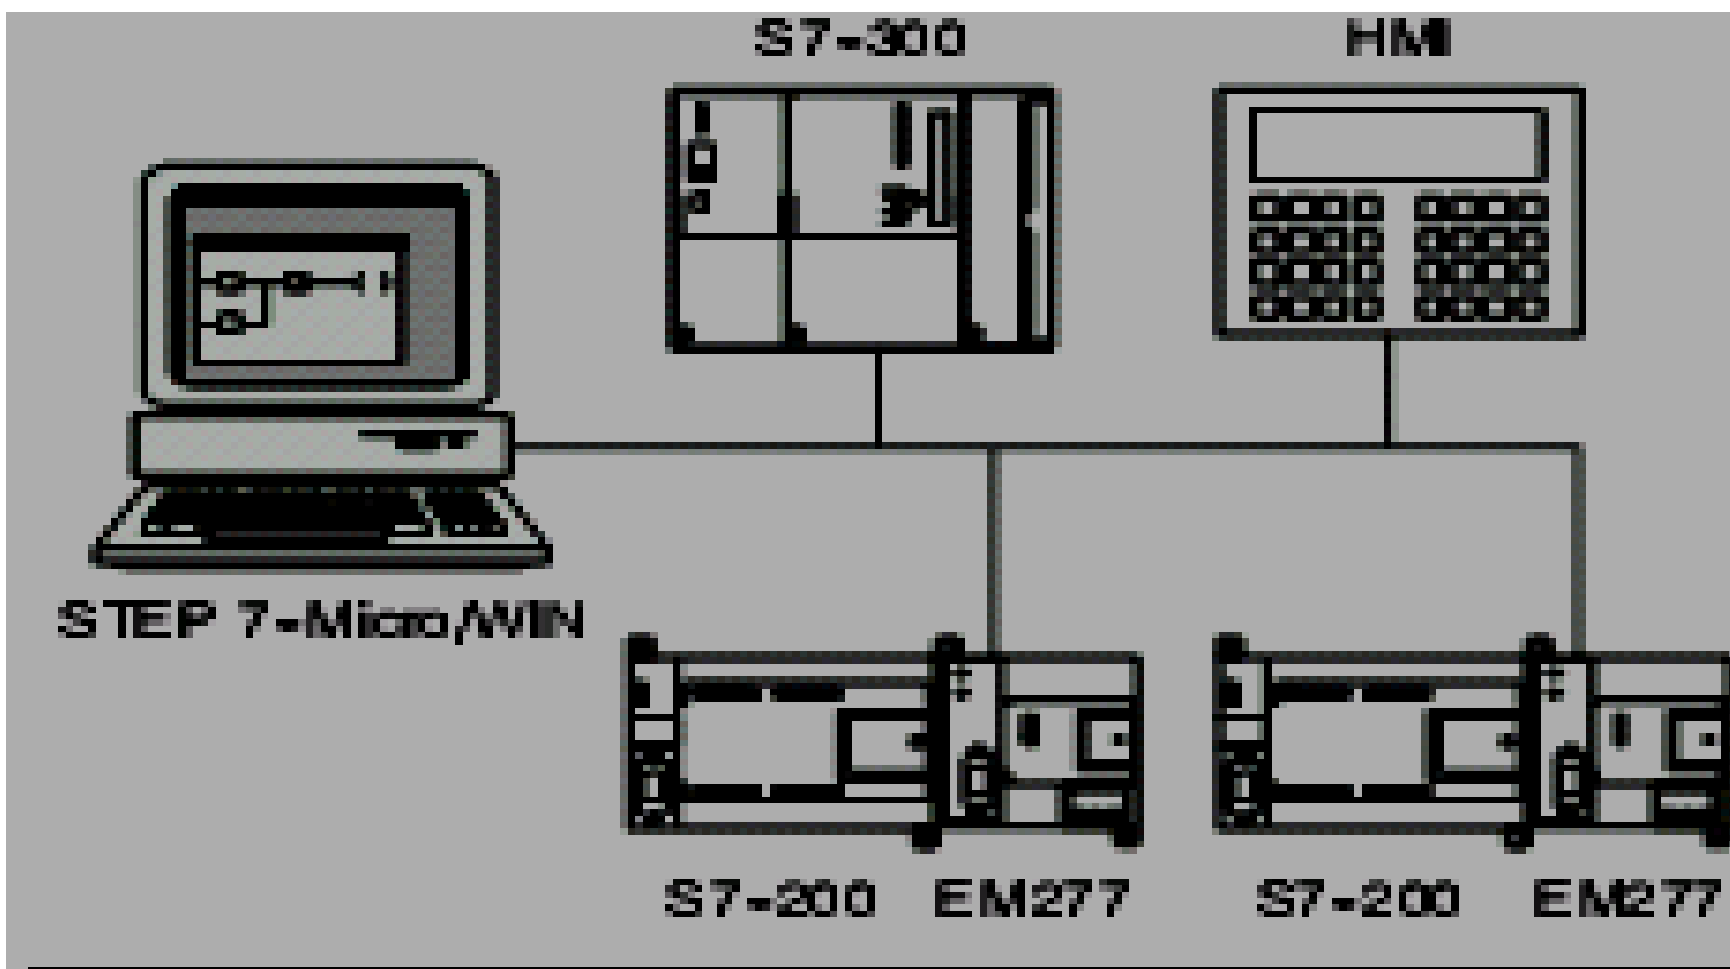

图7-16 波特率高于187.5k
- 对于波特率高于187.5k的情况，**S7--200 CPU**必须使用**EM277**模块连接网络，参见图7-16。